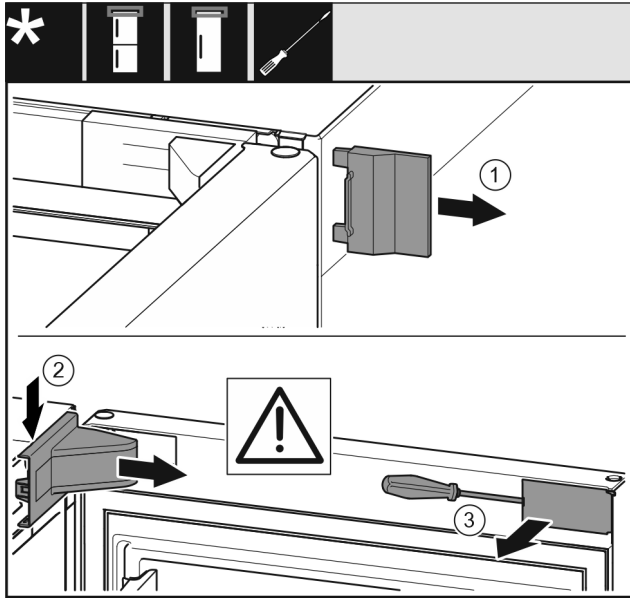

Fig. 8
- Ota ulompi suojus Fig. 8 (1) pois.
- Vapauta laakerijalustan suojus Fig. 8 (2) lukituksesta ja irrota se.
- Irrota suojus Fig. 8 (3) uraruuvimeisselillä ja käännä sivulle.